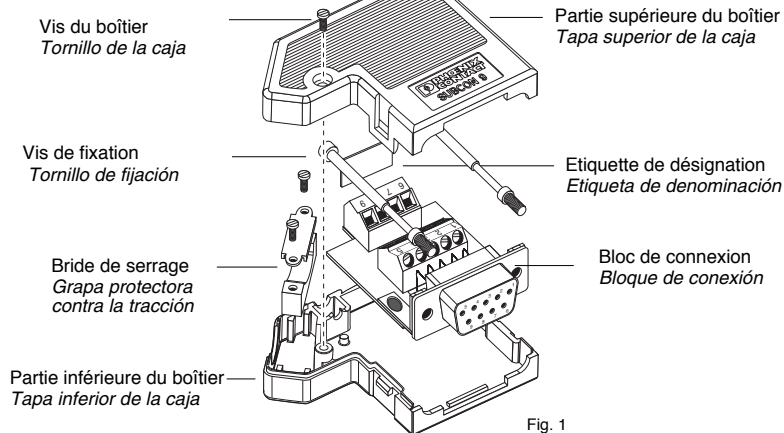
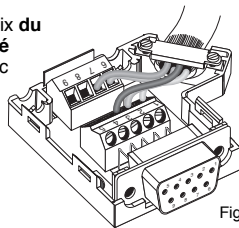

Fig. 1
Fig. 2
**Alimentation du câble au choix du côté gauche (fig. 1) ou du côté droit (fig. 2), en tournant le bloc de connexion dans le boîtier!**
**Pose du blindage sous l'étrier du collier de la bride de serrage (fig. 2).**